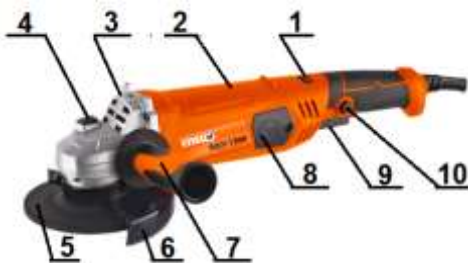

Рис. 1. Общий вид БШУ-1300
4.2.1. При нажатии клавиши выключателя(9), см.рис.1, происходит включение электродвигателя. Крутящий момент от электродвигателя передается через одноступенчатый редуктор на шпиндель машины.
4.2.2. Поворотом колёсика регулятора оборотов (1), см.рис.1, выбирается нужный скоростной режим в пределах 3000-11000 об/мин
4.2.3. Фиксация шпинделя осуществляется нажатием и удерживанием в нажатом положении кнопки фиксатора (4), см.рис.1.
4.3. Внешний вид машины представлен на рис. 1.
- 7.3. Установить на выключенной машине шлифовальный или отрезной круг. Для этого нажать на кнопку фиксации шпинделя (4), см. рис.1, и поворачивать рабочий диск (5) до тех пор, пока рабочий вал не зафиксируется. Во время этой процедуры продолжать нажимать стопор. С помощью специального ключа из комплекта поставки отвернуть и снять зажимную гайку со шпинделя. Установить шлифовальный круг на фланцевую шайбу. Навернуть зажимную гайку на шпиндель и затянуть её с помощью ключа. Отпустить стопор шпинделя и повернуть круг, чтобы убедиться, что вал более не зафиксирован. При установке диска с выпуклой серединой, она должна быть направлена в сторону редуктора.